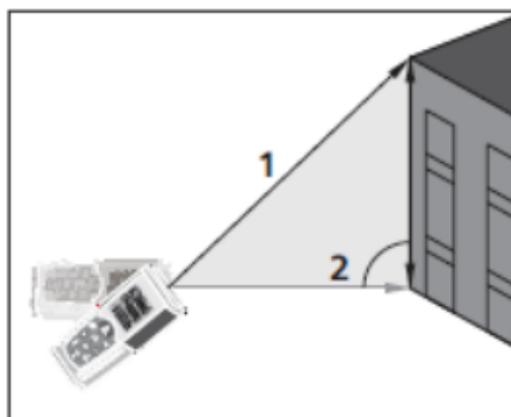

Abb. 7: Indirekte Messung mit 2 Punkten
3. Stellen Sie das Gerät in die höchste Stellung (1) für die Messung (siehe Abb. 7) und drücken Sie die  Taste. Das Ergebnis erscheint auf dem ersten Teildisplay. Das Symbol "" erscheint auf dem Display mit blinkender Seite "2"
- waagrecht wie möglich (2) für die Messung (siehe Abb. 7) und drücken Sie die  Taste. Das Ergebnis erscheint auf dem zweiten Teildisplay
- Der Endwert des Ergebnisses (als  $\sqrt{(1)^2 - (2)^2}$  erhalten) wird im Ergebnisdisplay angezeigt